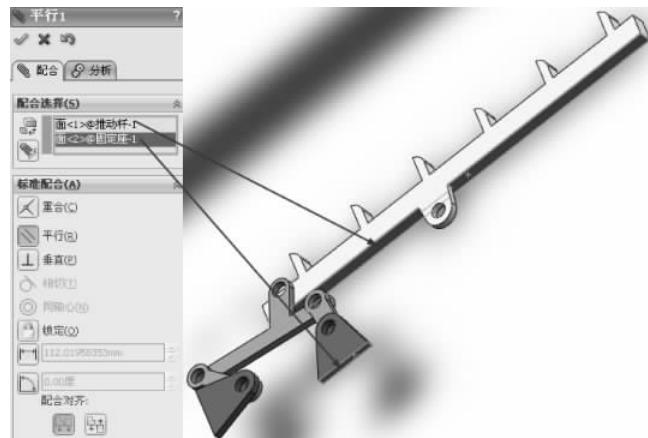

图 3-221 平行配合
(10) 继续进行配合约束, 选择【标准配合】选项组下的【平行】配合类型  , 在【要配合的实体】选择框  中选择如图 3-221 所示的面, 其他保持默认, 单击【确定】按钮  , 完成平行配合。